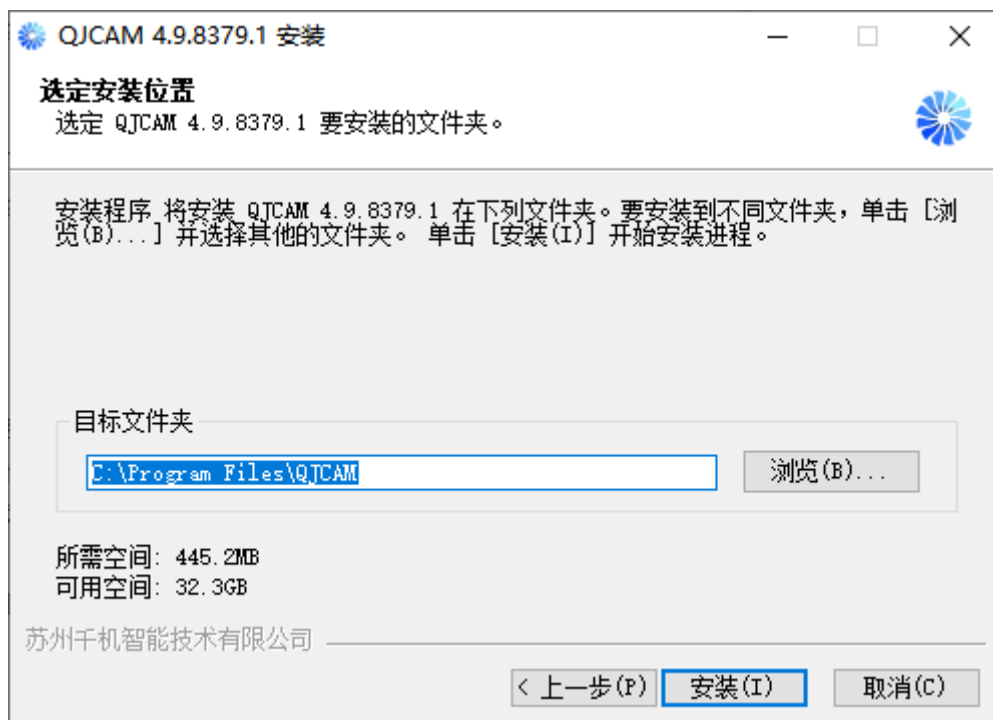
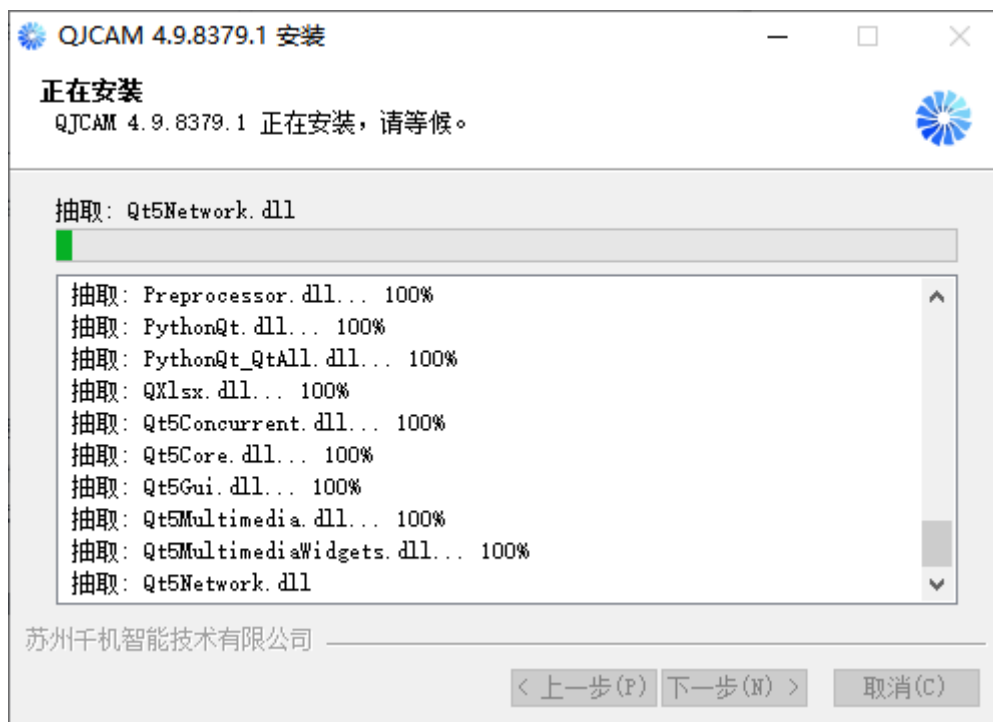

图 2-4 选定安装位置
图 2-5 正在安装
Step4. 选择安装位置，如图 2-4 所示。系统缺省设为 C:/Program Files/QJCAM，如安装其它目录，点击“浏览(B)...”，选择文件夹。
Step6. 正在安装 QJCAM，如图 2-5 所示。点击图 2-4 “安装”按钮，弹出正在安装对话框。